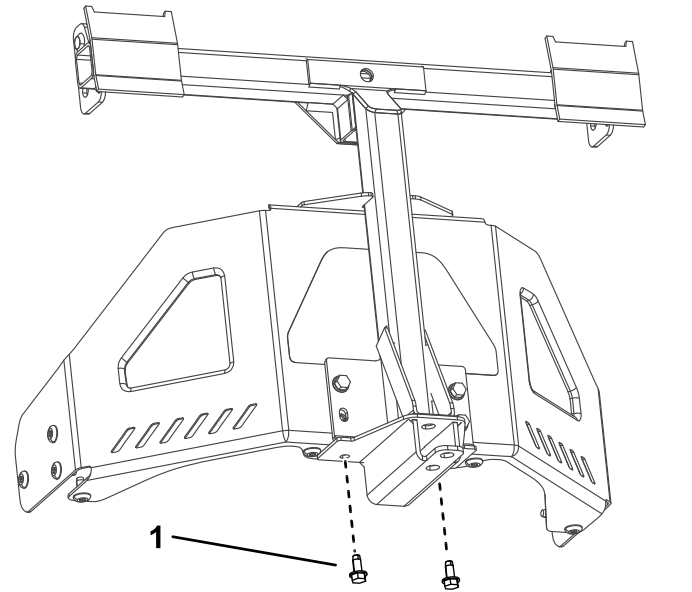

Figura 7
3. Pričvrstite okretni ram zadnji deo rama mašine pomoću 2 samourezujuća vijaka (5/16 × 3/4") kao što je prikazano na Figura 7.